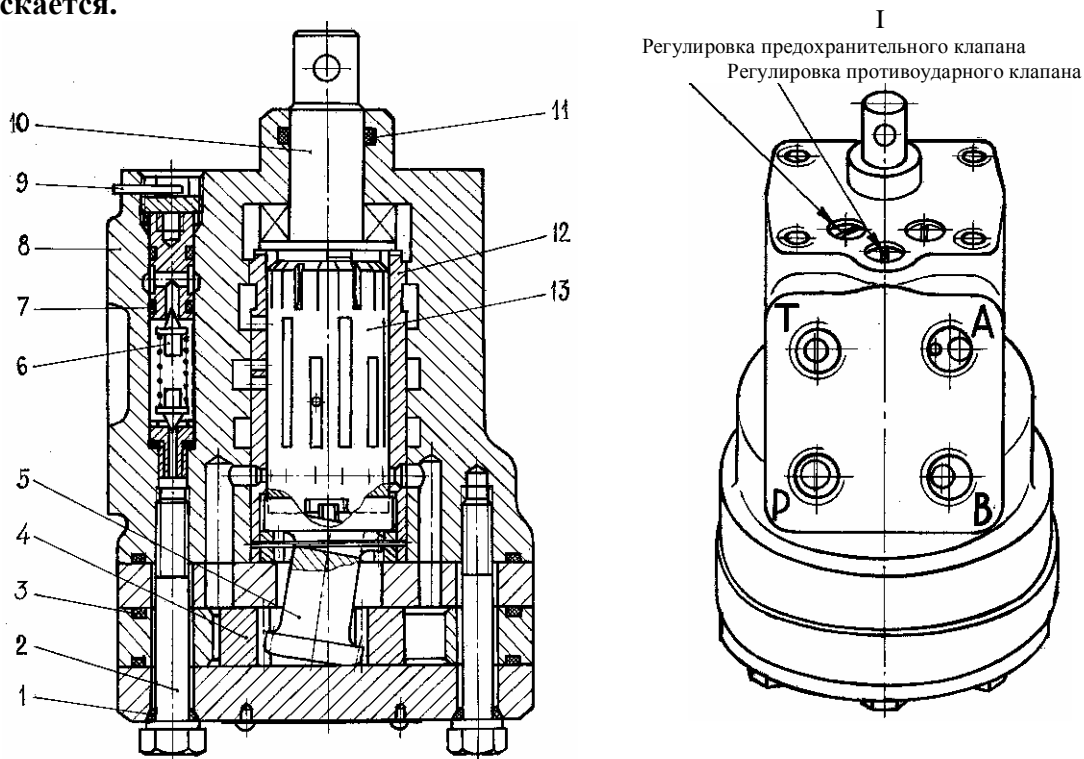

Рис. 46 Гидравлический рулевой механизм
11. ГИДРАВЛИЧЕСКИЙ РУЛЕВОЙ МЕХАНИЗМ (рис. 46)